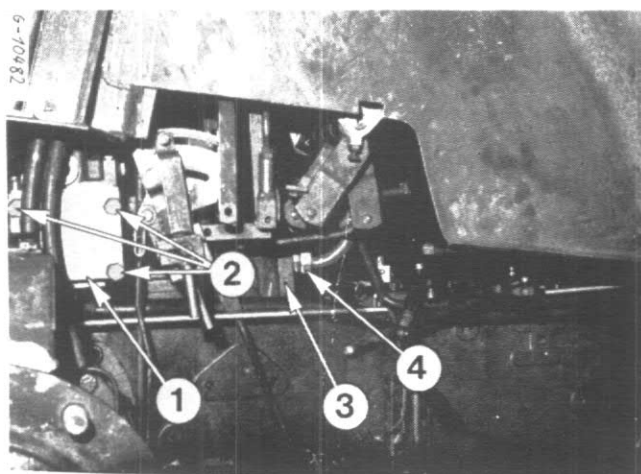

Fig. 19
2.1 Dépose de la valve de contrôle de traction (Méthode la plus facile) (voir Fig. 19 et 21).